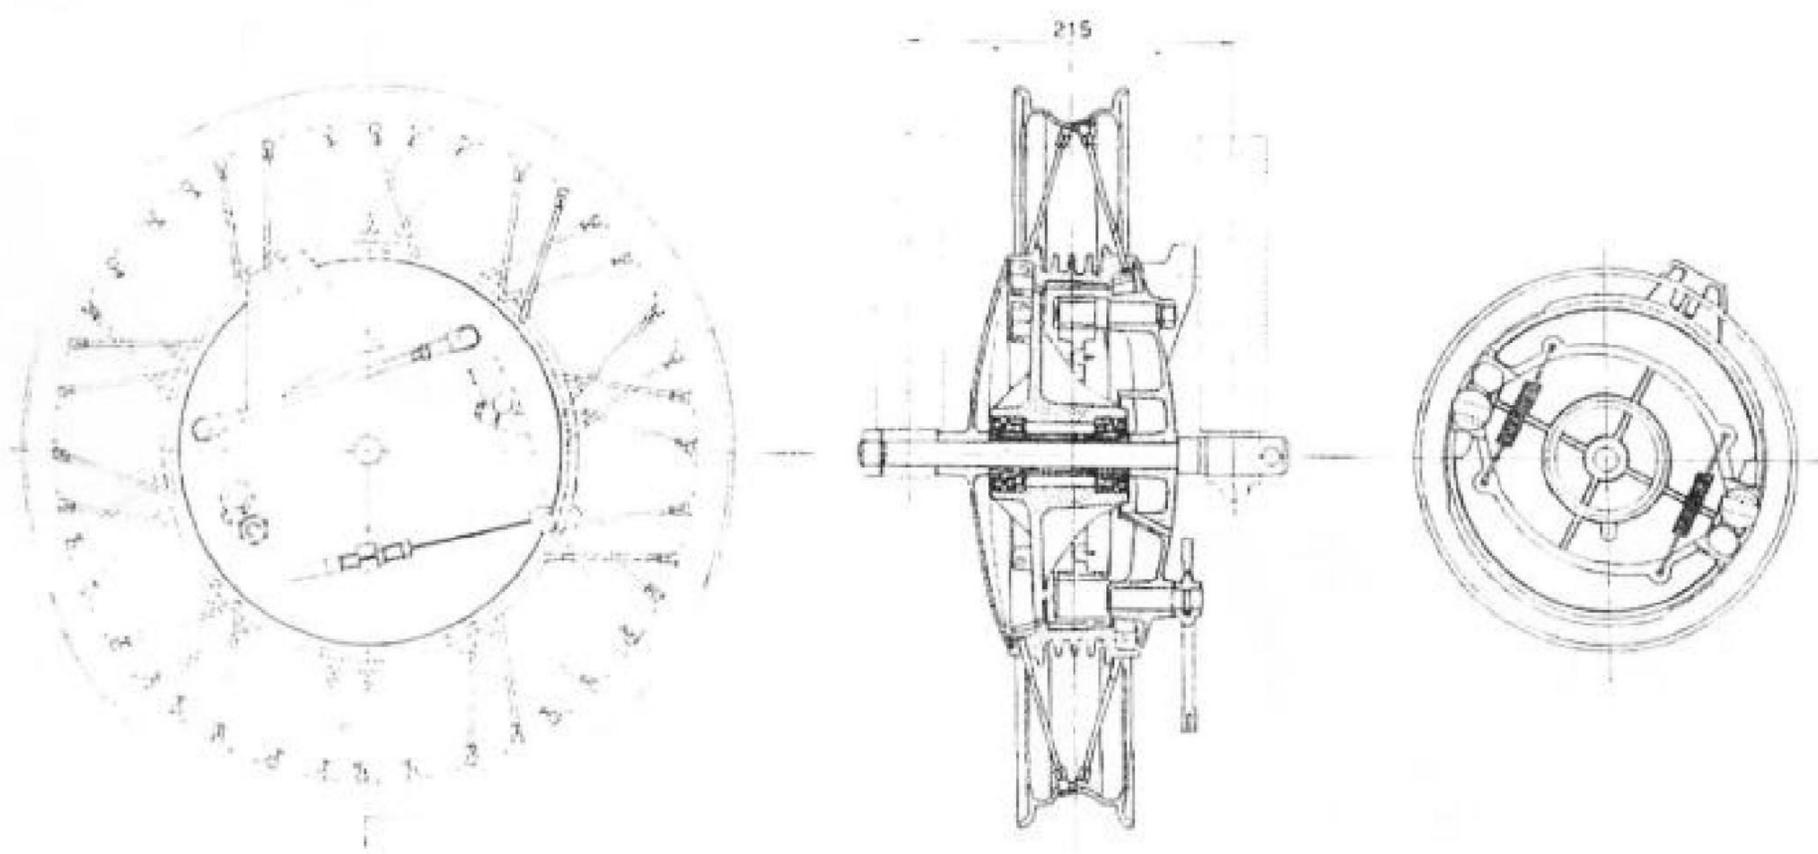

Fig. 121
- si chiuda in morsa una forcilla appositamente costruita per queste verifiche, vi si monti la ruota e la si faccia girare controllandone gli spostamenti alla periferia in senso radiale ed assiale (laterale). Per correggere gli spostamenti radiali occorre tirare od allentare i raggi (destri o sinistri) vicino ai punti di massimo spostamento. Per correggere gli spostamenti laterali occorre agire tirando i raggi destri ed allentando i sinistri o viceversa. Centrare le ruote controllando le misure di fig. 121 ruota anteriore e 122 ruota posteriore.